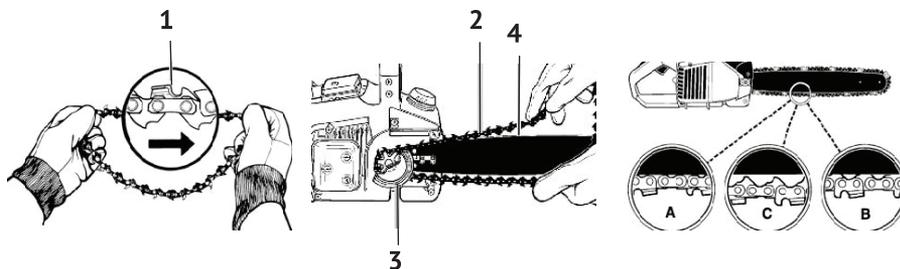

рис.2
- установите шину (рис.2 поз.4) на крепёжные шпильки в крайнее заднее положение;
- пильную цепь (рис.2 поз.2) наденьте на ведущую звёздочку (рис.2 поз.3). Уложите верхнюю часть цепи в паз шины, пропустите цепь между зубцами ведомой звёздочки на переднем конце шины;
На рис. 2 показано: